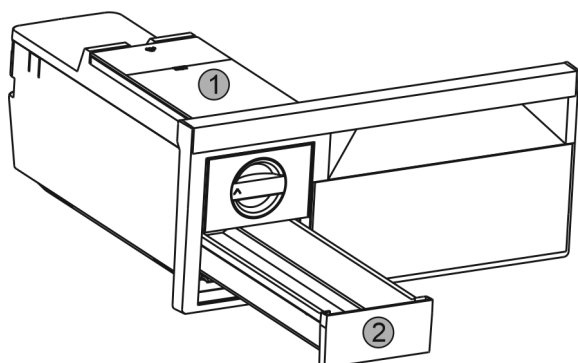

Fig. 54
- ▶ Vyjměte nádržku na vodu Fig. 54 (1) a zásuvku na kostky ledu Fig. 54 (2).